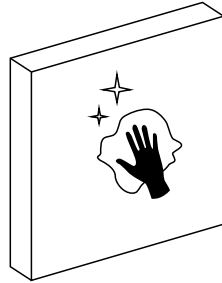

Abb. 113
- 1 Reinigen Sie die Oberfläche, an der Sie die Tastatur anbringen wollen (Abb. 113).